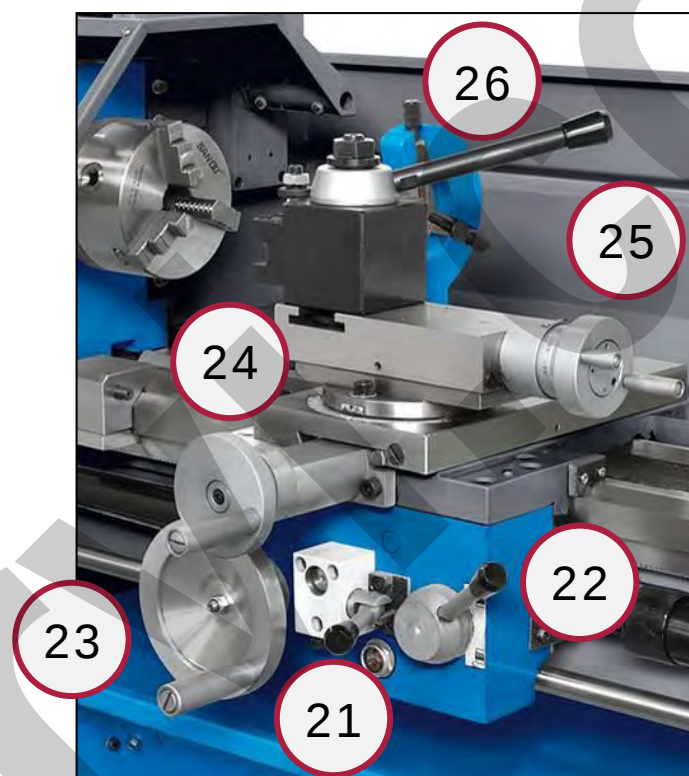

Figura 28 – Volantini e leve carrello.
5. Inserire l'utensile sulla torretta del carrello porta utensile, e fissarlo con l'apposita leva di bloccaggio (rif. 26 in Figura 28).
6. Regolare la posizione del carrello e delle slitte porta utensile, utilizzando le leve ed i volantini appositi (Figura 28).